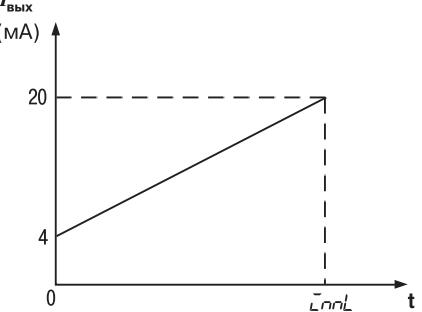

Рис. 12
3.2.10. Для дистанционного контроля положения задвижки или затвора по желанию пользователя может быть установлен модуль, обеспечивающий стандартный токовый сигнал 4...20 mA, линейноувеличивающийся от полностью закрытого до полностью открытого положения (рис. 12).